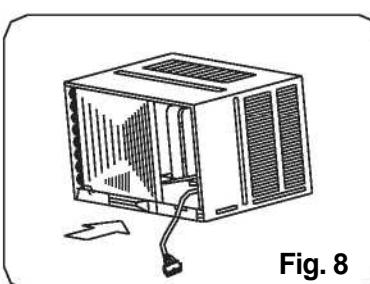

Fig. 8
4. Vratite šasiju u kućište (Pogledajte Fig.8).